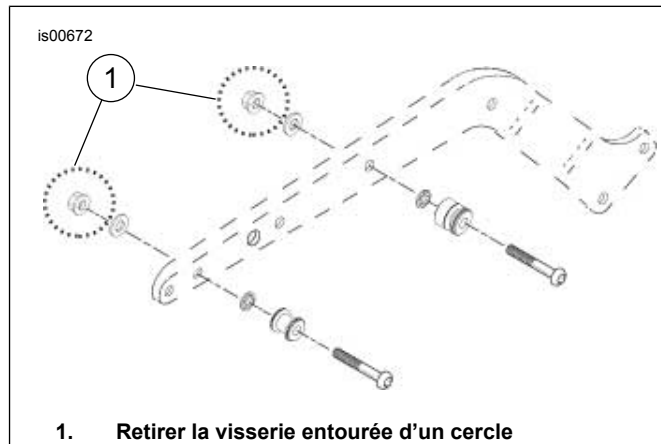
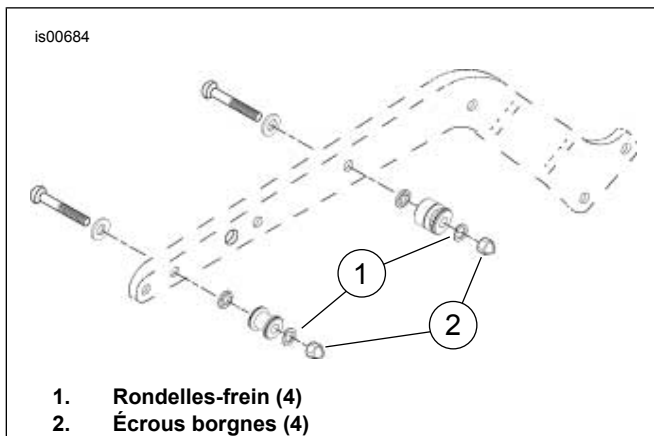

Figure 3. Retirer les contre-écrous
Figure 4. Visserie utilisée lorsque la visserie d'ancrage Softail sans les supports de sacoche (53531-95A) est utilisée
Pour fournir un maximum de dégagement au pneu, remplacer les composants de la visserie d'ancrage d'origine par la visserie du kit comme indiqué à la Figure 3 et à la Figure 4.
1. Retirer les vis à tête bombée et jeter les contre-écrous entourés d'un cercle avec tirets à la Figure 3.
2. Installer les vis à tête bombée à partir de l'intérieur du garde-boue et installer les éléments 16 et 17 du Tableau 1 comme indiqué à la Figure 4.